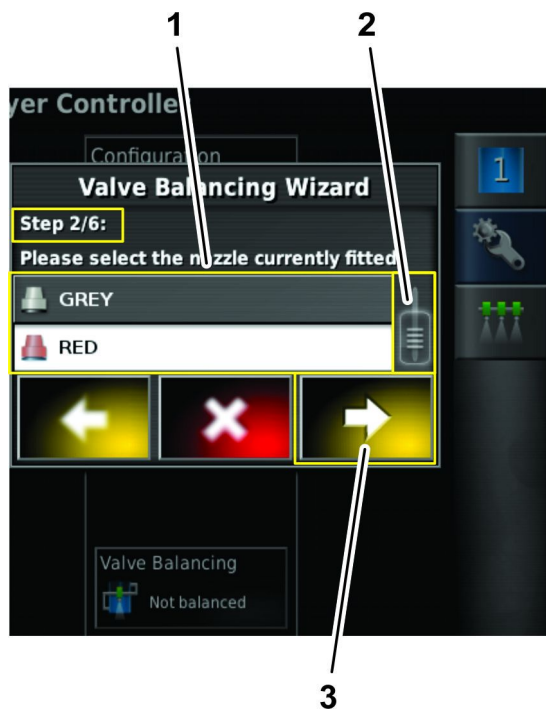

Figura 135
2. Nel passaggio 2 della procedura guidata di bilanciamento delle valvole, spostate la barra di scorrimento fino a quando visualizzate l'ugello d'irrorazione che dovete configurare, quindi premete l'icona dell'ugello nell'elenco a discesa (Figura 135).
3. Premete l'icona Avanti (Figura 135).